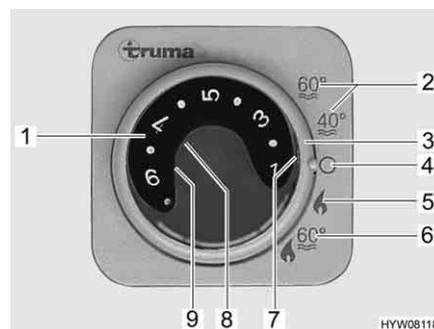

Fig. 177 Unité de commande pour chauffage/chauffe-eau
- Régler le mode de régime à l'aide de l'interrupteur tournant (Fig. 177,3).
Le chauffage règle le degré d'allumage automatiquement en fonction de la température ambiante requise. Une fois que la température ambiante désirée est atteinte, le brûleur s'éteint. En mode "Chauffage et chauffe-eau" (Fig. 177,6) l'eau est également chauffée dans le chauffe-eau. Il est possible de faire fonctionner le chauffage en mode "Chauffage sans chauffe-eau" (Fig. 177,5) et le chauffe-eau vide.
- Régler le bouton tournant de température (Fig. 177,1) de l'unité de commande sur la température de chauffage désirée.
- Régler l'interrupteur tournant (Fig. 177,3) en régime hiver "Chauffage sans chauffe-eau" (Fig. 177,5) ou en régime hiver "Chauffage et chauffe-eau" (Fig. 177,6).
Le voyant de contrôle vert (Fig. 177,7) s'allume.
- Régler l'interrupteur tournant (Fig. 177,3) sur "O" (Fig. 177,4).
La combinaison régime au gaz et régime électrique 230 V permet de raccourcir la période de chauffage (uniquement possible lorsque le chauffage sur l'unité de commande (Fig. 177) est réglé sur régime hiver).